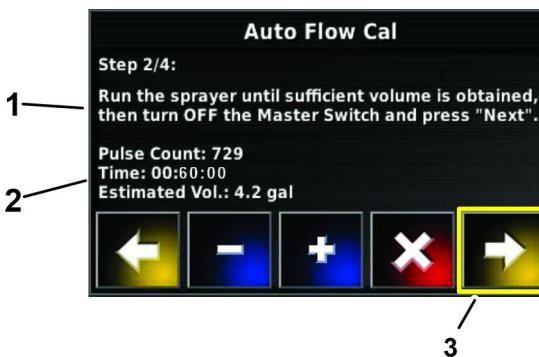
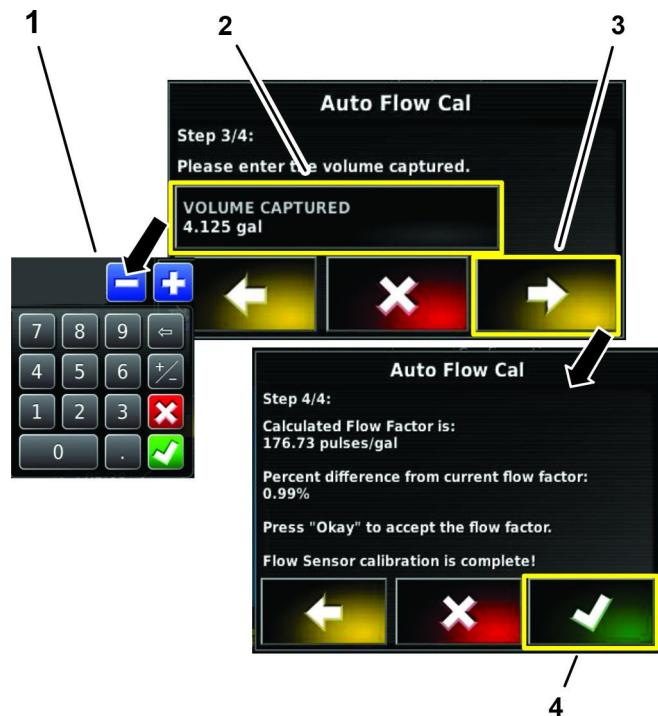

Figura 84
Figura 85
12. Introduza a quantidade de fluido do cálculo com o teclado (Figura 84 e Figura 85).
13. Confirme o fator de cálculo de fluxo (Figura 85).